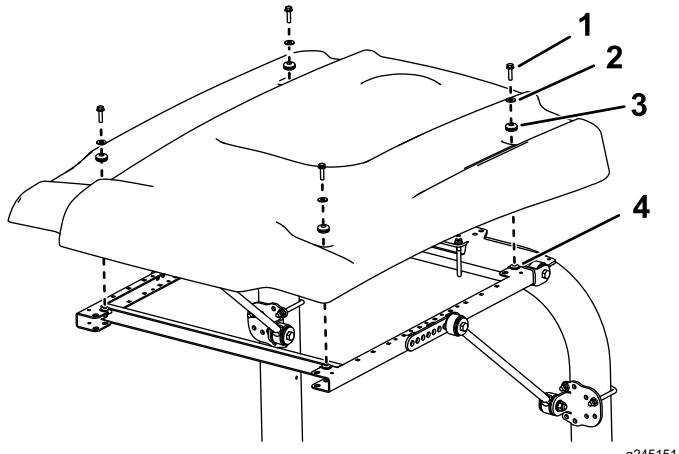

Figura 28
15. Ao alinhar os furos de montagem, posicione o toldo na estrutura como se mostra na Figura 28.
16. Monte, sem apertar completamente, cada canto do toldo na estrutura com um parafuso de cabeça flangeada (5/16 pol. x 1¼ pol.), uma anilha pequena e um olhal (Figura 28).